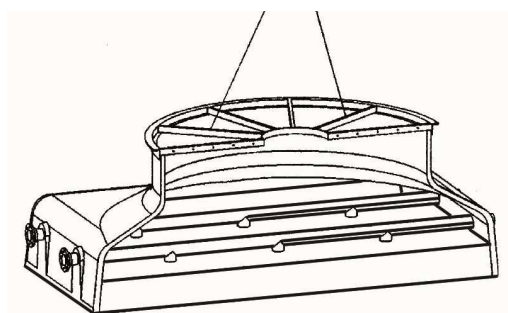

Fig. 7
- b) In the part not including the electric motor, hook a sling to two of the spokes of the fan supporting ring in the way shown on Figure 7.
- b) Dans la quatrième partie qui ne porte pas le moteur, accrocher une élingue à deux des rayons de l'anneau support du ventilateur comme il est indiqué sur la figure 7.